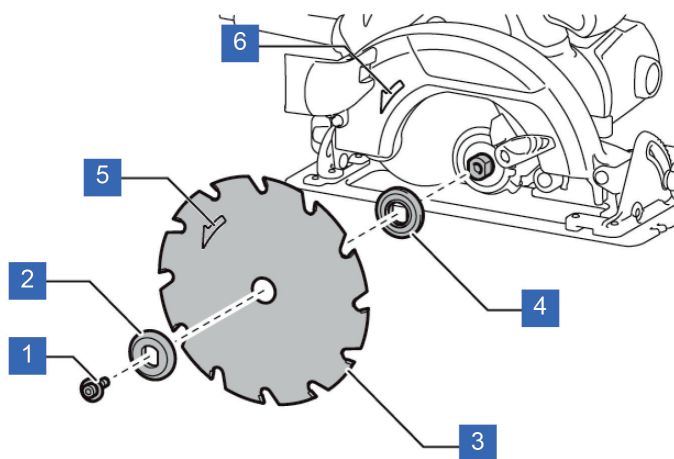

Рис. 5
- Снимите прижимной фланец и пильный диск (рис. 5)
Устанавливайте пильный диск согласно направлению вращения, указанному на диске стрелками. Направление вращения пильного диска, указанное стрелками на диске, должно соответствовать направлению вращения шпинделя пилы. Направление вращения шпинделя пилы указано стрелкой на защитном кожухе диска (рис. 5).